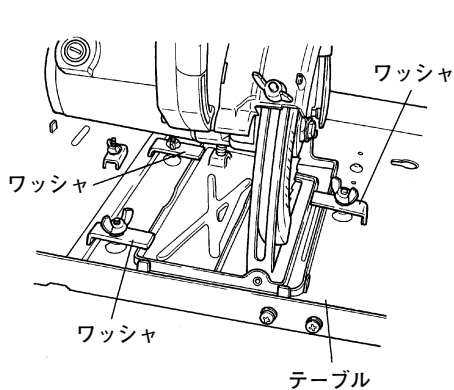

図 9
(3) テーブルに取り付けてあるワッシャ(3か所)の平面側を丸のこベースにかけて、ちょうナットを締めて固定してください。(図9, 10)